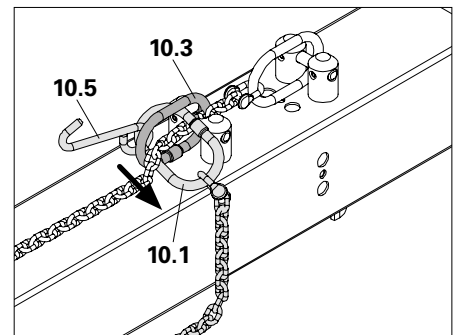

Fig. A3.02b
4. Insérer l'anneau 1 (10.1) avec le crochet (10.5) dans l'anneau 3 (10.3) et tirer. (Fig. A3.02b)